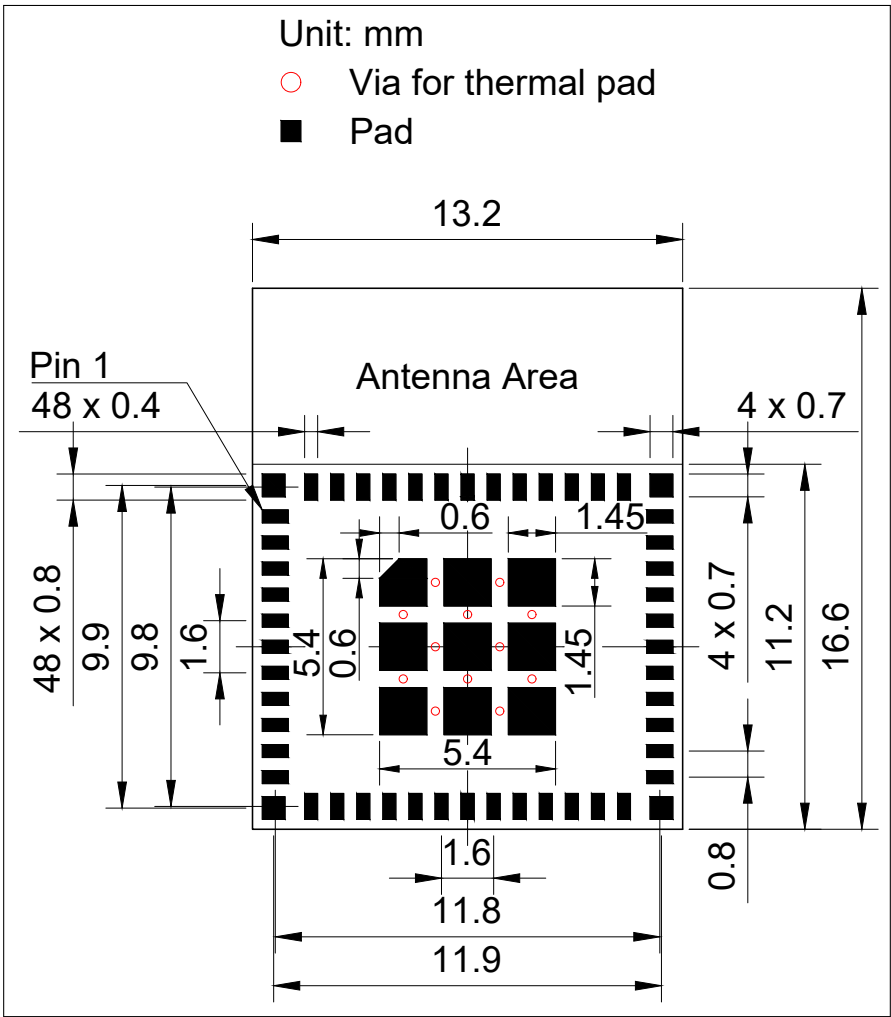
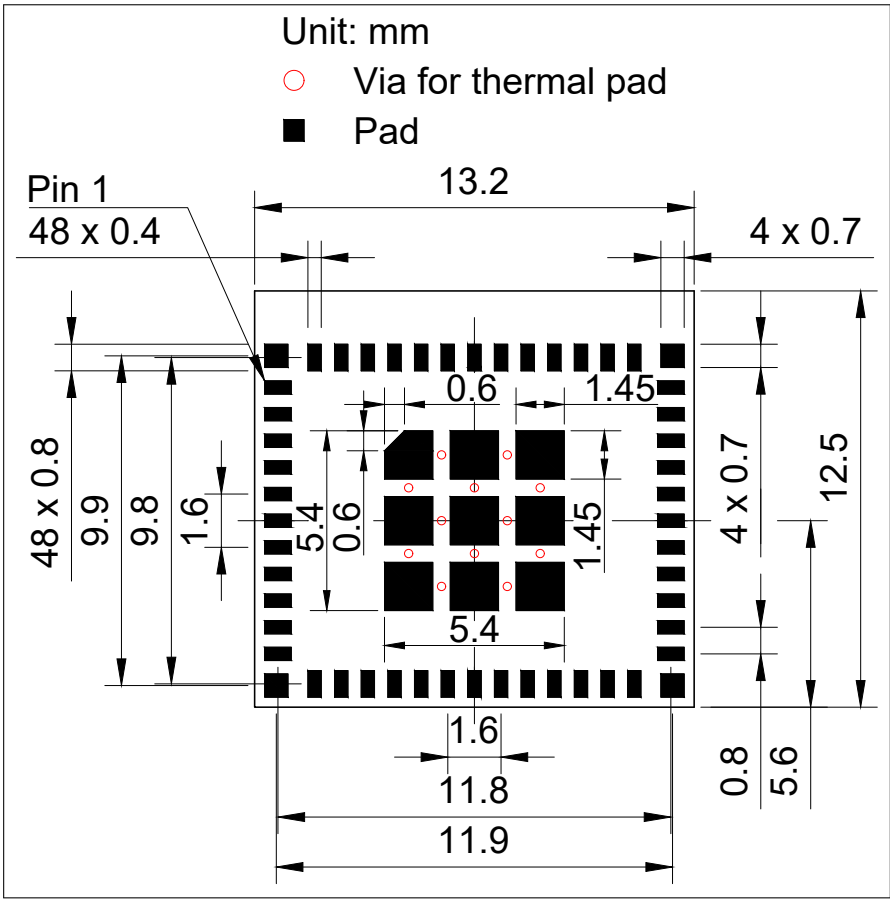

图 11: ESP32-H2-MINI-1 推荐 PCB 封装图形
图 12: ESP32-H2-MINI-1U 推荐 PCB 封装图形
- 推荐 PCB 封装图，标有 PCB 设计所需的全部尺寸。详见图 11 ESP32-H2-MINI-1 推荐 PCB 封装图形 和图 12 ESP32-H2-MINI-1U 推荐 PCB 封装图形。
- 推荐 PCB 封装图的源文件，用于测量图 11 和 12 中未标注的尺寸。您可用 Autodesk Viewer 查看 ESP32-H2-MINI-1 和 ESP32-H2-MINI-1U 的封装图源文件。